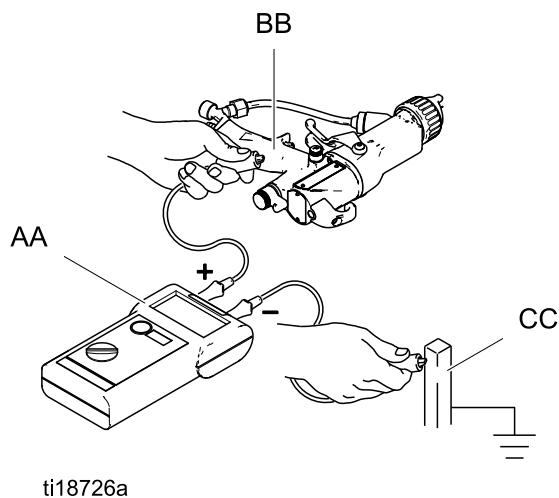

Figure 16 Проверка электрического заземления пистолета
Мегаомметр, арт. № 241079 (AA, см. рис. 16), не предназначен для использования в опасной зоне. Во избежание риска искрения используйте мегаомметр для проверки электрического заземления только при соблюдении указанных ниже условий.
2. Переведите двухпозиционный выключатель ES включения и выключения электростатического поля в положение ВЫКЛЮЧЕНИЯ (O).
5. Убедитесь в том, что заземленный воздушный шланг (AH) подключен и что провод заземления шланга подсоединен к точке истинного заземления.
6. Измерьте сопротивление между рукояткой пистолета (BB) и точкой истинного заземления (CC). Используйте подведенное напряжение, минимум 500 В, максимум 1000 В. Сопротивление не должно превышать 1 МОм. См. рис. 16.